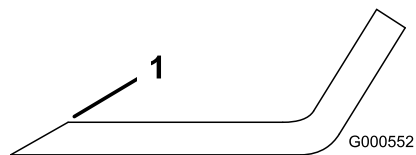

Figure 47
1. Au moyen d'une lime, aiguiser les tranchants aux deux extrémités de la lame (Figure 47).
Remarque: Si la lame est déséquilibrée, limez un peu l'extrémité de la partie relevée seulement (Figure 47).